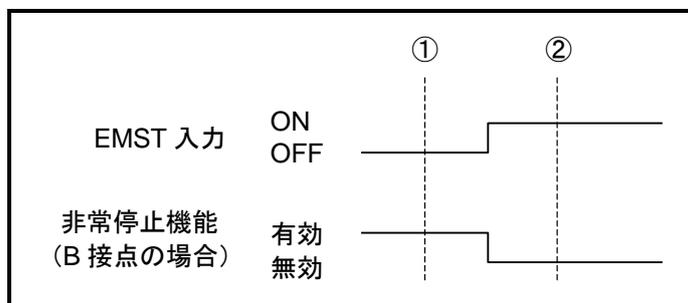

図 A-3：EMST 入力の ON/OFF と接点極性
- ◇ たとえば，EMST 入力：非常停止 は工場出荷時に B 接点となっています。「図 A-3：EMST 入力の ON/OFF と接点極性」の①の状態では，入力信号は OFF ですが，非常停止機能は有効となります。
②の状態では，入力信号は ON ですが，非常停止機能は無効となります。
- ◇ 「図 A-3：EMST 入力の ON/OFF と接点極性」の①・②の時点において，モニタ IO0，IO1 の読み出し結果を比較すると「表 A-2：EMST 入力が B 接点の場合のモニタ IO0・IO1 の表示」のようになります。